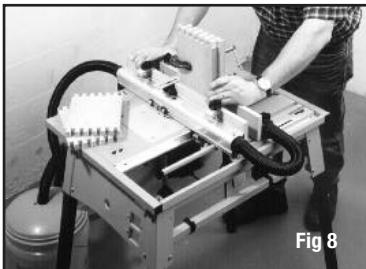

Fig 8
### Assemblage d'essai (2 pièces d'ouvrage) - Figure 8
- Faites coulisser les pièces d'essai contre la butée et, à l'aide d'une presse en C ou ustensile similaire, maintenez-les dans cette position décalée, ainsi qu'il est visible dans la Figure 8.